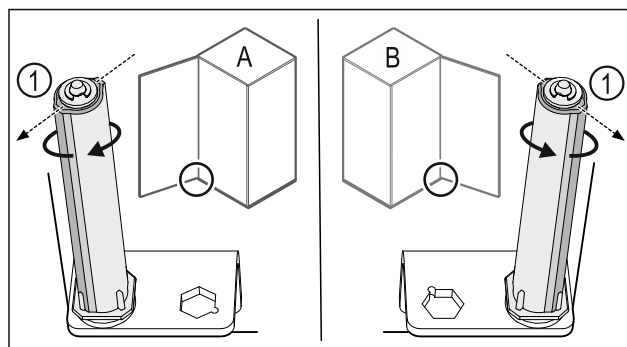

Fig. 35 Bal oldali ütköző (A) / Jobb oldali ütköző (B)
- ▶ Forgassa el a zárrendszert az ellenállással szemben, amíg a zárrendszer Fig. 35 (1) támasztója kifelé nem mutat.